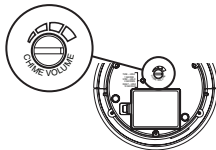

Figure 7
5. Réglez le volume à la puissance souhaitée (voir la Figure 7).